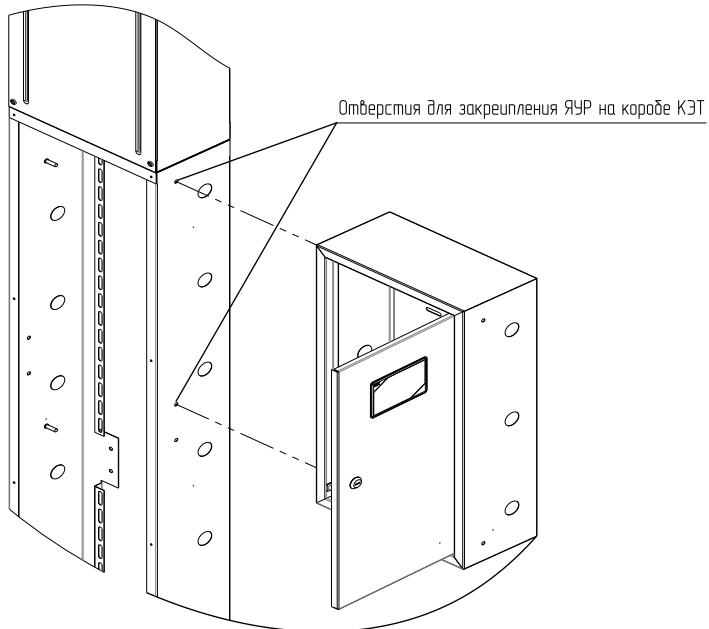

Рисунок 9
5.9 Присоедините ЯУР к коробу КЭТ и закрепите с помощью двух болтов фланцевых M6×14 и двух гаек M6 с фланцем (рисунок 9). Болтовое соединение согласно приложению 1.